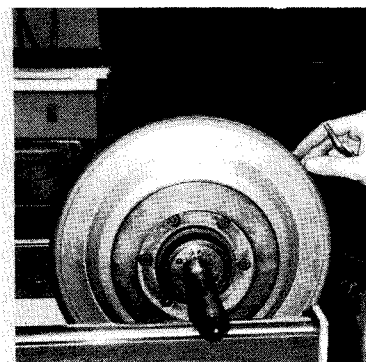

図1-14
- (2) 砥石の軸取り付け穴に専用バーを取付ける。
- (3) 砥石をバランス調整装置に載せる。
- (4) 砥石の一番重い点を見つける (図1-14)。